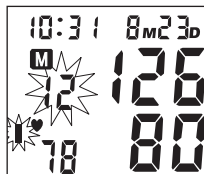

Fig. 3
3. Pulse el botón **M** (memoria) para comenzar a desplazarse por las mediciones que están almacenadas. El número de medición y la barra del indicador de hipertensión parpadearán, *Fig. 3*. Luego de desplazarse por todas las lecturas, la unidad se apagará automáticamente.